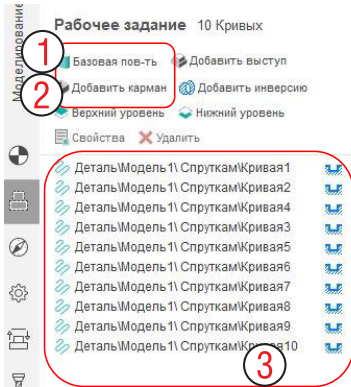

Рис. 5-31. Рабочее задание операции гравировки.
В Рабочем задании задайте верхнюю грань бруска как Базовую поверхность (1 на рис. 5-31). Выберите все 10 кривых, образующих текст, и нажмите на иконку **Добавить карман** (2).